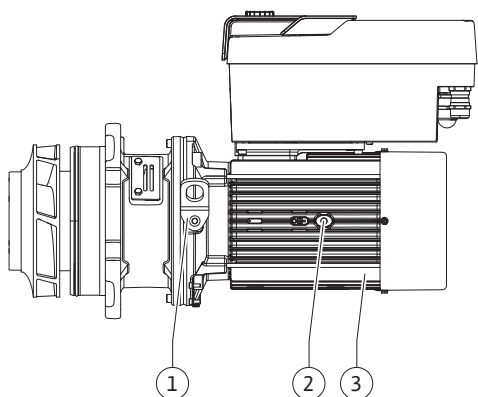

Fig. 100: Indstikssæt
9. Afmonter indstikssættet (Fig. 100) fra pumpehuset ved at løsne flangeskruerne (Fig. I, pos. 29).
10. Sæt en ny kontraring (Fig. II, pos. 26) i lanternen. Skub lanternen forsigtigt over akslen og ind i den gamle eller en anden ønsket vinklet position i forhold til motorflangen. Overhold her komponenternes tilladte installationspositioner (se kapitlet "Tilladte installationspositioner og ændring af komponentplaceringen før installationen" [► 331]).
11. Skru skrue (Fig. II, pos. 10 og pos. 10a) i. Spænd ikke skruen (pos. 10) helt fast endnu.
12. Træk en ny akseltætning (Fig. II, pos. 25) på akslen. Undgå beskadigelser af akseltætningen på grund af, at den sidder skævt.
14. Rengør lanternens not, og læg den nye O-ring i (Fig. II, pos. 19).
16. Før indstikssættet (se Fig. 100) ind i pumpehuset i den gamle eller en anden ønsket vinklet position. Overhold her komponenternes tilladte installationspositioner (se kapitlet "Tilladte installationspositioner og ændring af komponentplaceringen før installationen" [► 331]).
17. Når lanterneføringen mærkbart har fat (ca. 15 mm før den endelige position), er der ikke længere fare for, at det kan tippe eller komme til at sidde skævt. Når indstikssættet er sikret med mindst en skrue (Fig. II, pos. 29), kan fastgørelsesudstyret fjernes fra transportringene.
18. Skru skruerne (Fig. II, pos. 29) i. Når skruerne skrues i, trækkes indstikssættet ind i pumpehuset.